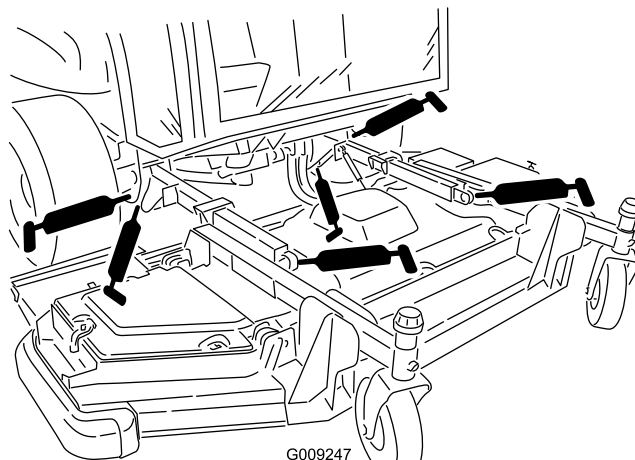

Рисунок 53
- Втулки подъемных рычагов (2 шт.) (Рисунок 53)
- Шаровые опоры подъемных рычагов (2 шт.) (Рисунок 53)
- Шарниры гидроцилиндров подъема передней деки (2 шт.) (Рисунок 53)